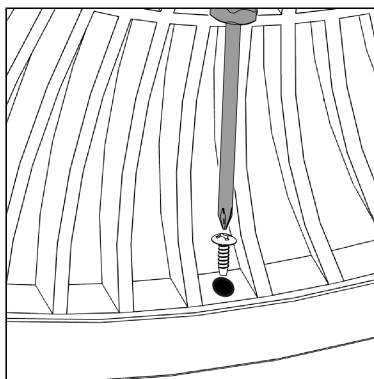

Figure 61.
7. Dévissez la vis de sécurité située au bas de la grille arrière (Figure 61).